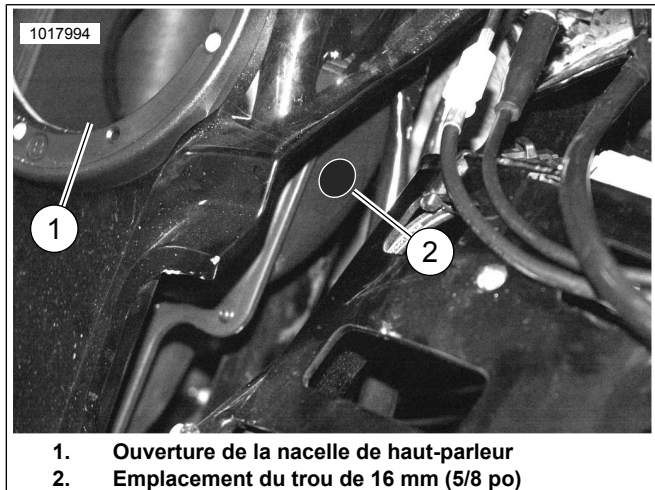

Figure 26. Percer un trou de 16 mm (5/8 po)
Voir la figure 26. De l'intérieur de l'ouverture de la nacelle de haut-parleur (1), percer un trou de 16 mm (5/8 po) (2) dans la zone générale de la surface plate.